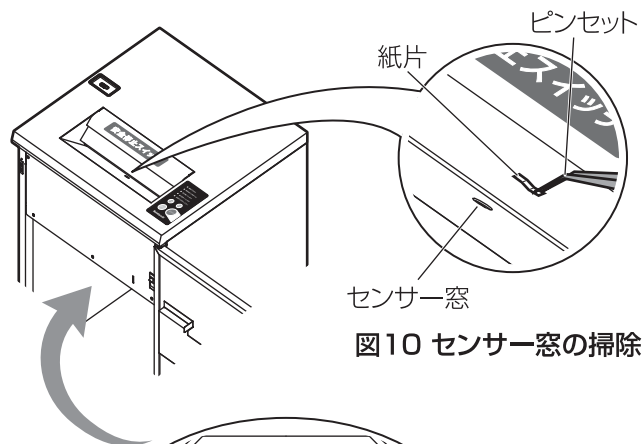

図10 センサー窓の掃除
<p>●細断が終了しても刃物が止まらない</p> <ul style="list-style-type: none">投入口④に細断紙片が残っていませんか?……………投入口④のセンサー窓に残っている細断紙片を、ピンセット等を使って取り除いてください。…………… P5 図1/P15 図10